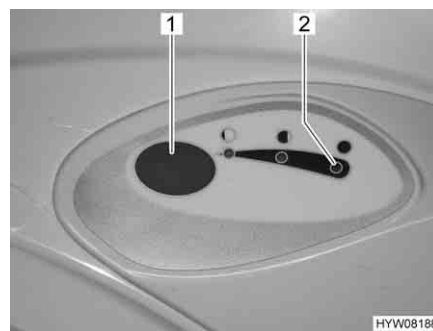

Fig. 227 Pulsante dello sciacquone/spia di controllo toilette Thetford
- Per sciacquare premere il pulsante blu (Fig. 227,1).
La spia di controllo (Fig. 227,2) si accende quando il serbatoio fecale deve essere svuotato.